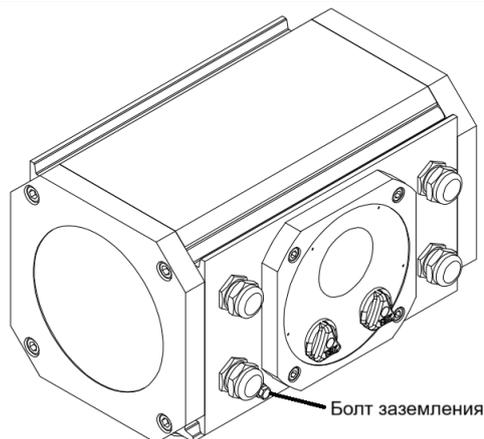

Рисунок 8 - Расположение болта заземления
- соблюдать требования проектной документации при подключении заземляющих проводников (Рис. 8).